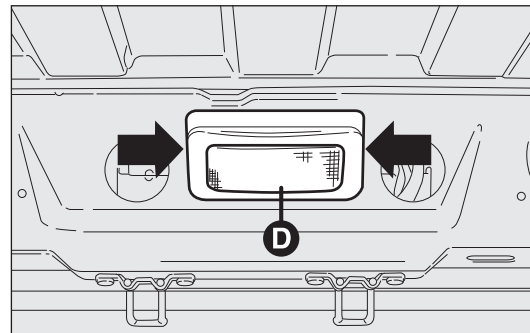
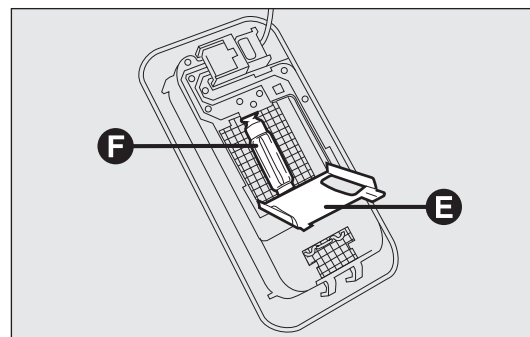

fig. 202
fig. 203
- agir sur les points indiqués par les flèches et enlever le plafonnier D-fig. 202 ;
- ouvrir la trappe de protection E-fig. 203 ;
- remplacer l'ampoule F-fig. 203 en la dégageant des contacts latéraux et en s'assurant que la nouvelle ampoule soit correctement bloquée entre les contacts ;
- refermer la trappe de protection E-fig. 203 et réinsérer le plafonnier D-fig. 202 dans son logement en s'assurant de son blocage.